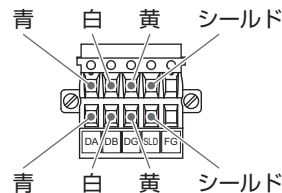

図1
- (1) 信号線は、指定のピンに必ず配線してください。(図1参照)